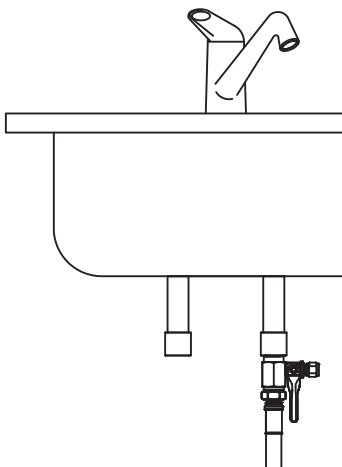

рис. 3
- установить узел в сборе в разрыв гибкой подводки смесителя, рис.3